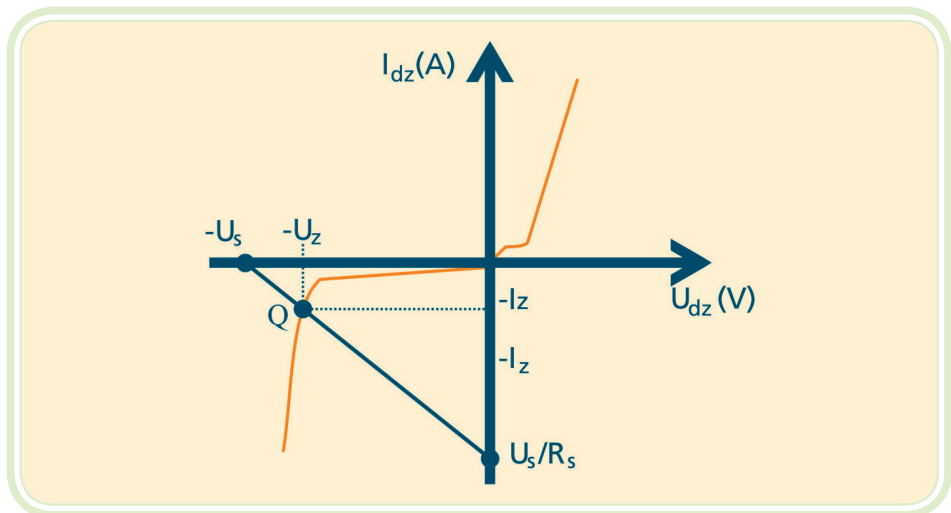

Figura 5.7: Reta de carga do diodo zener
- a) Diodo zener ideal** – o diodo zener ideal comporta-se como uma chave fechada para tensões positivas ou tensões negativas menores que $-U_z$. Ele se comportará como uma chave aberta para tensões negativas entre zero e $-U_z$, conforme representado na sua curva característica da Figura 5.7.